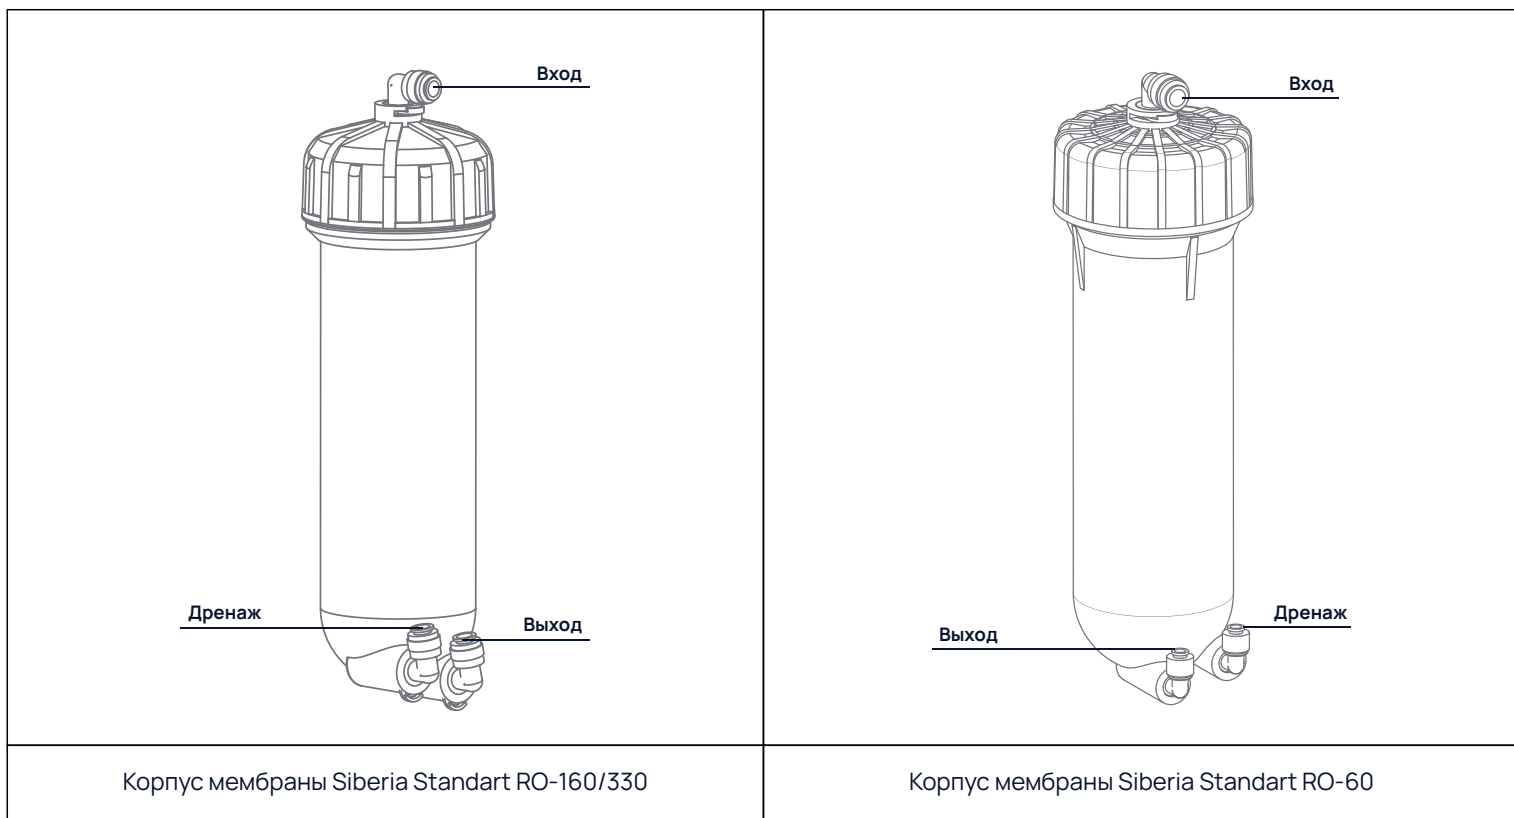

Рис. 19.\*
7. Подключите трубки к корпусу мембраны (см. раздел «Присоединение трубок» (стр. 8)), соблюдая последовательность их подключения к корпусу (вход/выход/ дренаж) (рис. 19). Каждую стопорную клипсу зафиксируйте на цанге, с которой она была снята.